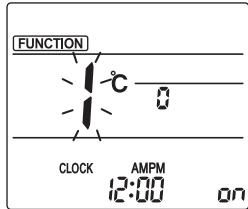

Fig. 3-1
- ① Gå tilstanden for indstilling af den manuelle ventilatorvinge. Tryk på **[MENU]**-knappen. (Start denne funktion, mens fjernbetjeningens display er slukket). "FUNCTION" lyser, og "1" blinks. (Fig. 3-1)